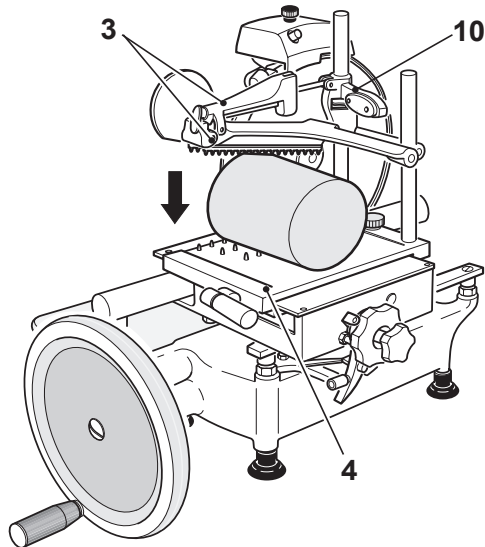

Figure 10-1
- Placez le produit alimentaire à trancher sur le porte-produit (4).
- Utilisez le levier coulissant vertical du poussoir (10) pour ajuster le poussoir (3) pour maintenir le produit en place (Figure 10-1).